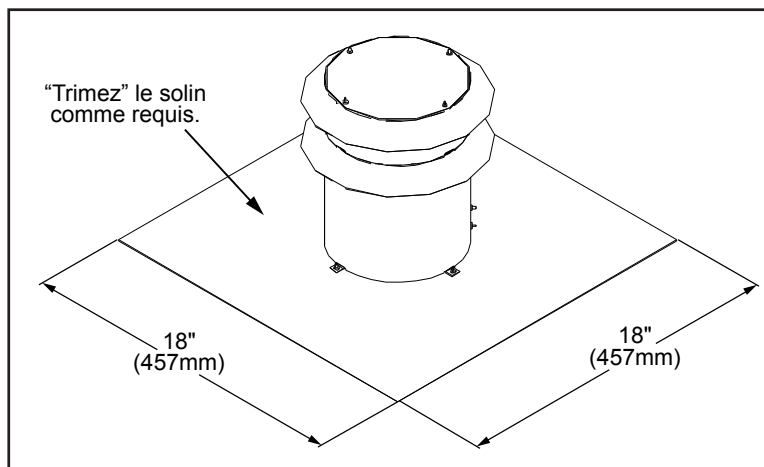

Figure 20: Dimensions du capuchon d'évent générique.
4. La plupart des capuchon d'évent peuvent être installés sur les cheminées avec des ouvertures d'évents jusqu'à 16" (406mm) x 16" (406mm) et le solin actuel 18"x18" (voir figure 20). Si la cheminée est plus petite que le capuchon, il devrait être modifié sur mesure vers le bas et replié.
5. Appliquez un cordon de scellant à ciment sur la partie supérieure de la plaque du collet d'évent de Ø3" (76mm). Glissez l'évent flexible de Ø3" (76mm) sur le collier de conduite de cheminée (buse) et fixez-le avec trois (3) vis à métal, également distancées.